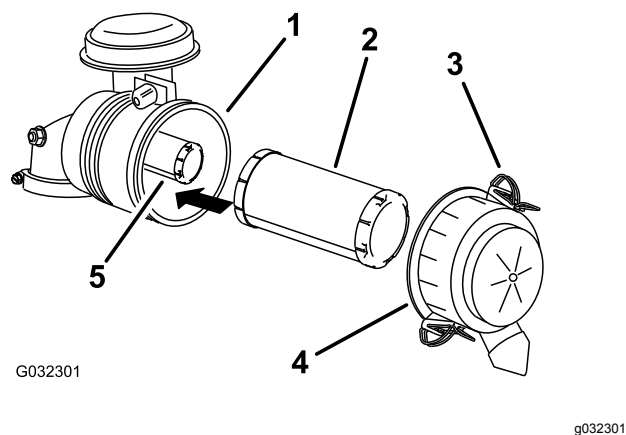

Figure 38
3. Déverrouillez le filtre à air et détachez le couvercle du boîtier du filtre (Figure 38).
5. Sortez le préfiltre du boîtier du filtre avec précaution (Figure 38).
2. Si vous remplacez l'élément interne, insérez-le avec précaution dans le boîtier du filtre (Figure 38).
3. Glissez le préfiltre sur l'élément de sécurité avec précaution (Figure 38).
4. Remettez en place et verrouillez le couvercle du filtre à air (Figure 38).